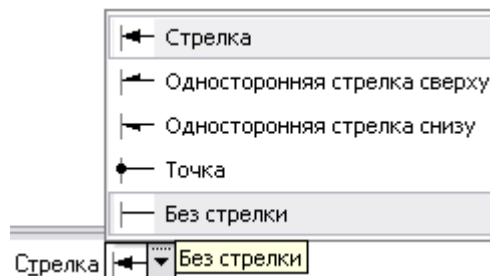

Рисунок 12.9 Выбор варианта окончания линии-выноски
- 3.2 Из раскрывающегося списка **Стрелка** выберите вариант **Без стрелки** (рисунок 12.9).